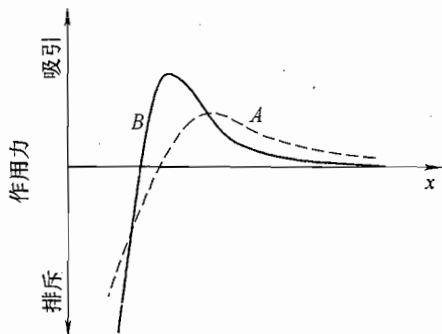

图 42-7 第二题第 1 小题第 (3) 题解答图
- (1) B 。
- (2) A 。
- (3) 见图 42-7。